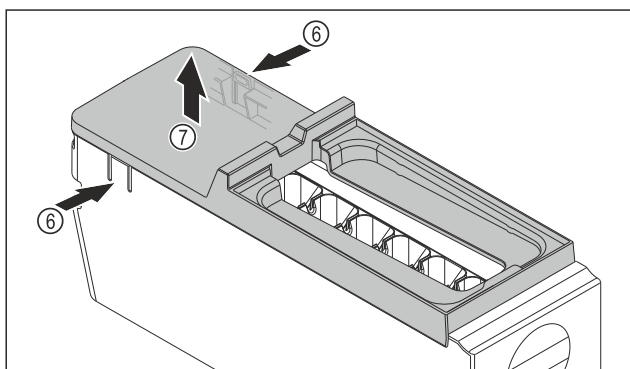

Fig. 79
- Extraer la cubierta del EasyTwist-Ice: Presionar con la mano las lengüetas Fig. 79 (6) a ambos lados del cuerpo del EasyTwist-Ice.
- Sacar la cubierta Fig. 79 (7) con la otra mano tirando hacia arriba.